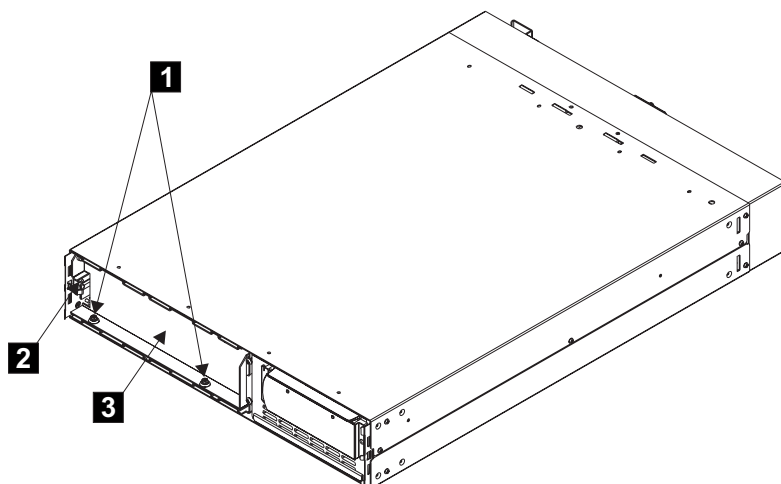

図 145. バッテリー保持ブラケットの取り外し
- c. ブラケットの左端にある 2 個のボルト **1** と追加ナット **2** を取り外します。351 ページの図 145 を参照してください。